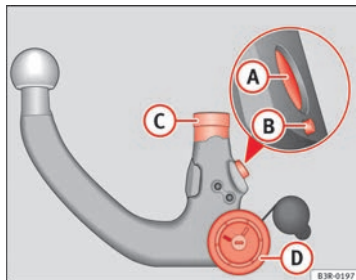

Fig. 164 Dispositivo desmontable para remolque: Rótula
- Compruebe que el perno de bloqueo (A), la palanca de desenclavamiento (B), el vástago de encaje (C) y la rueda moleteada (D) ⇒ fig. 164 de la rótula no están sucios ni deteriorados.